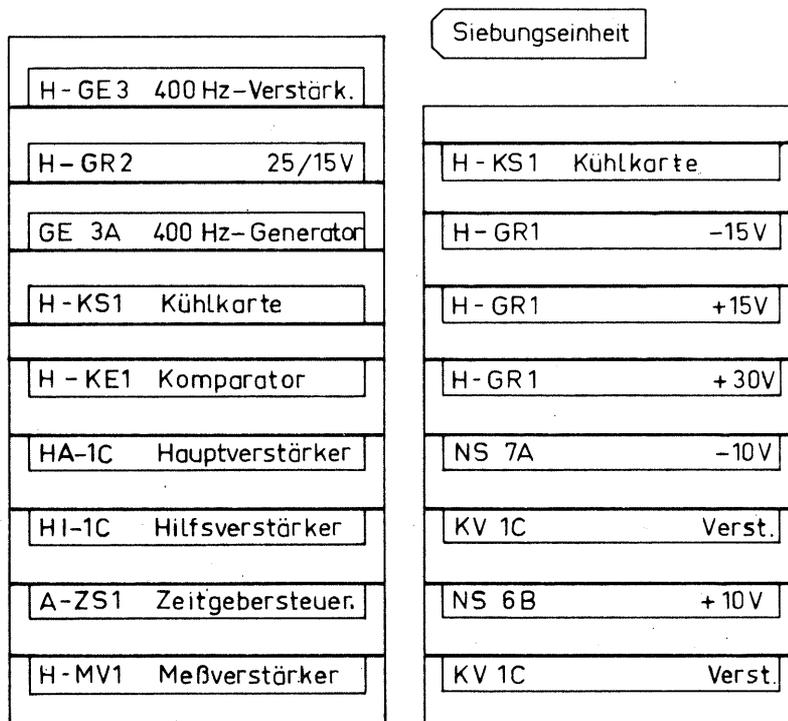

Bild 53 Montageeinheit Netzgerät
3. Steckeinheit nach Bestückungsplan des Einschubes (Bild 53 bis 56) in die Führungsschienen des Magazins gleiten lassen.